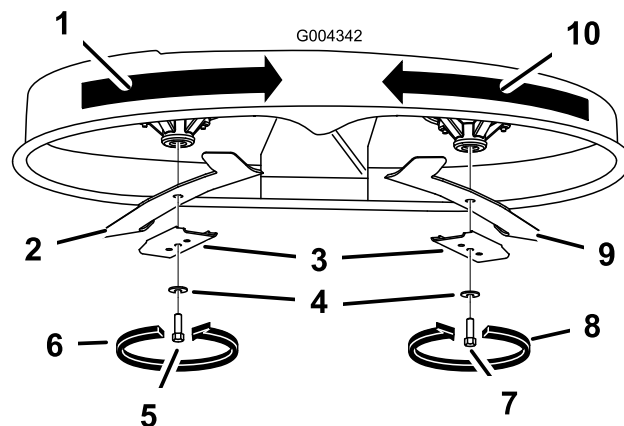

Figura 48
Tenete l'estremità della lama con un cencio o un guanto bene imbottito. Togliete il bullone, la rondella curva, il rinforzo della lama e quest'ultima dall'asse del fusello (Figura 48).
1. Montate la lama sull'asse del fusello (Figura 48).
2. Montate il rinforzo della lama, la rondella curva (lato concavo verso la lama) ed il bullone della lama (Figura 48).